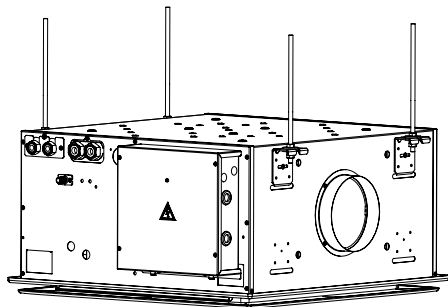

Fig.4
5. Løft apparatet op, og sæt stativerne op på de fire rundjern som angivet i Fig.4.